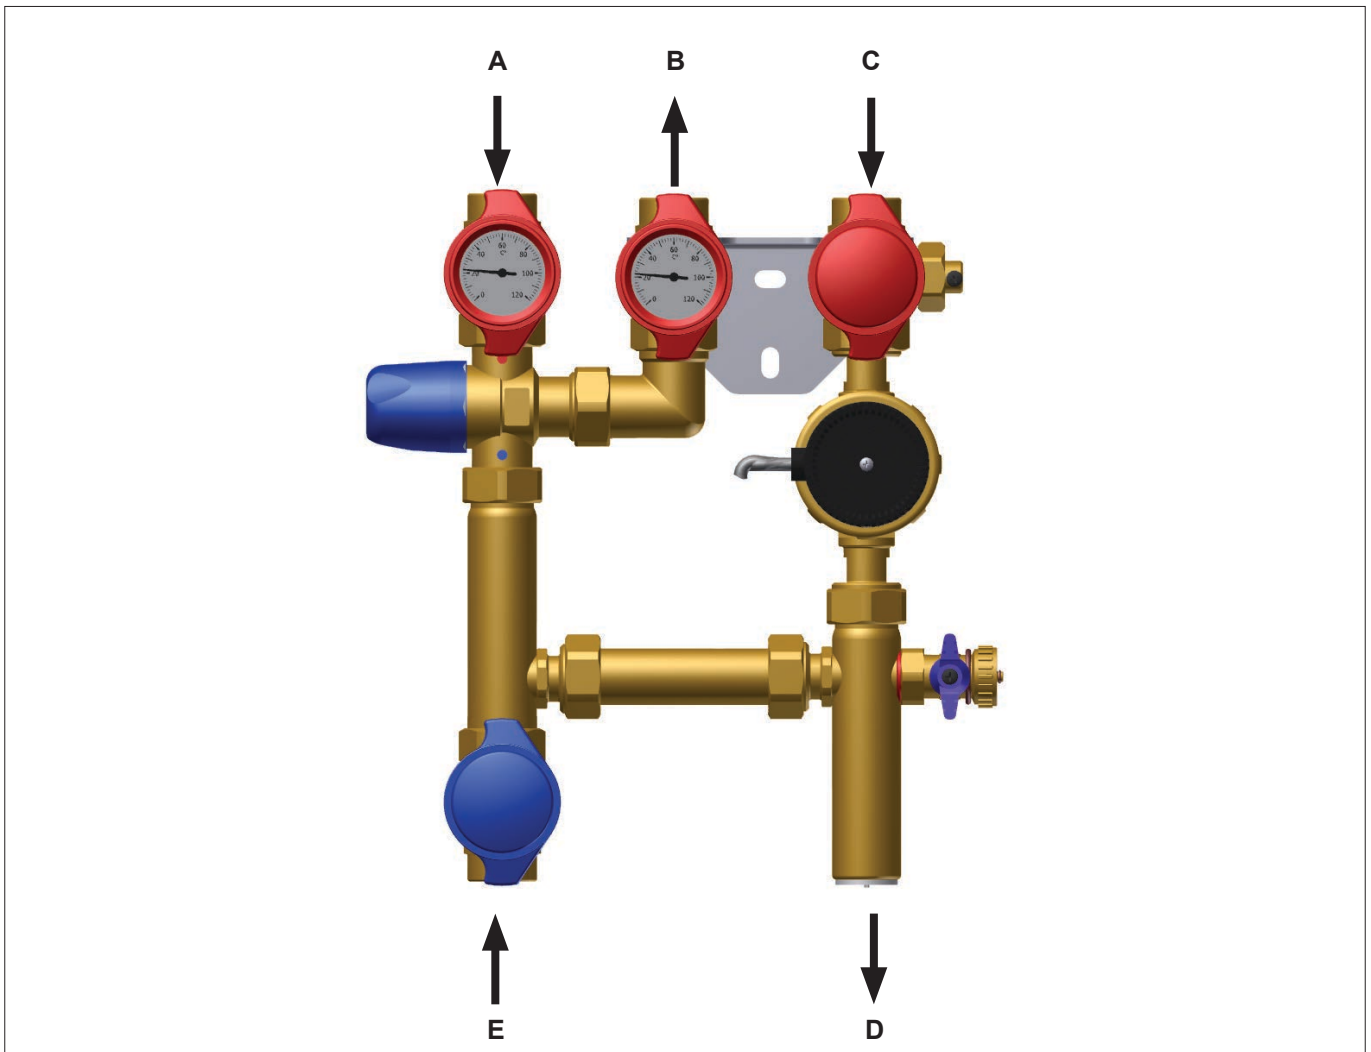

Abb. 4: Wasseranschlüsse Flowbox Circu
- Setzen Sie die Rohrleitungssätze an und befestigen Sie sie mit den Muttern (Abb. 4 auf Seite 11).
- Schließen Sie den Heißwasserzulauf (Pos. A, Abb. 4 auf Seite 11), den Mischwasserabgang (Pos. B, Abb. 4 auf Seite 11), den Zirkulationsrücklauf (Pos. C, Abb. 4 auf Seite 11), den Zirkulationsrücklauf zum Speicher (Pos. D, Abb. 4 auf Seite 11) sowie den Kaltwasserzulauf (Pos. E, Abb. 4 auf Seite 11) an.
- Öffnen Sie **langsam** den Heißwasserzulauf (Pos. A, Abb. 4 auf Seite 11), den Mischwasserabgang (Pos. B, Abb. 4 auf Seite 11), den Zirkulationsrücklauf (Pos. C, Abb. 4 auf Seite 11), den Zirkulationsrücklauf zum Speicher (Pos. D, Abb. 4 auf Seite 11) sowie den Kaltwasserzulauf (Pos. E, Abb. 4 auf Seite 11) an.